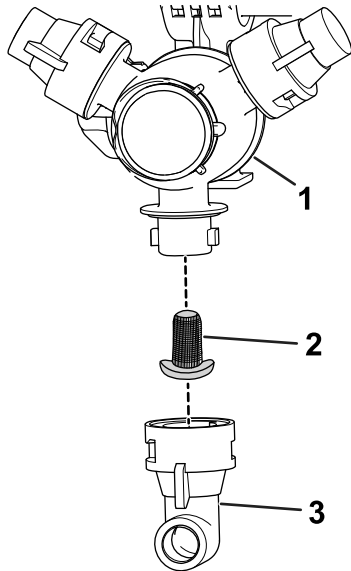

Figura 31
2. Retire la boquilla de la torreta de fumigación (Figura 31).
3. Retire el filtro de la boquilla (Figura 31).
5. Instale el filtro de la boquilla (Figura 31).
6. Instale la boquilla en la torreta de fumigación (Figura 31).